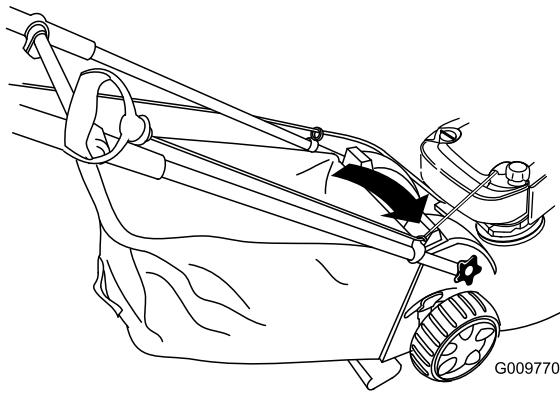

Figure 28
- Faites passer le câble du lanceur autour du guide inférieur (Figure 28).